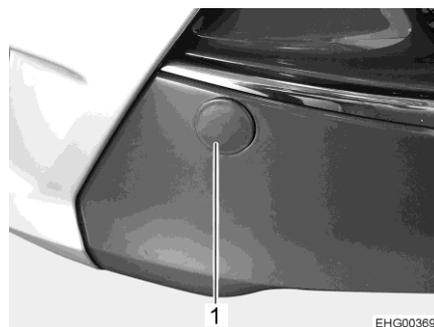

Bild 42 Abdeckung für die Aufnahme der Abschleppöse
- Abdeckung (Bild 42,1) abnehmen.